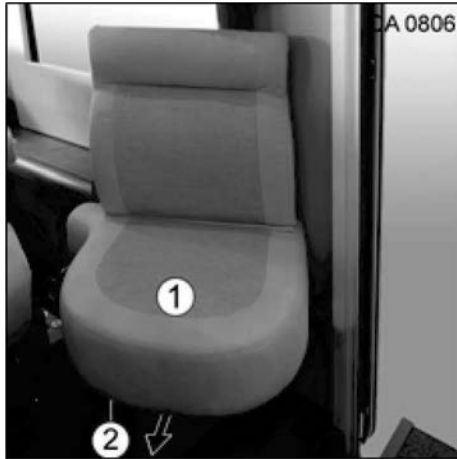

Fig. 71 Siège individuel latéral
1. S'asseoir au milieu du coussin d'assise (Fig. 71/1).
2. Tirer la poignée (Fig. 71/2) sous le coussin d'assise (Fig. 71/1) vers l'avant.